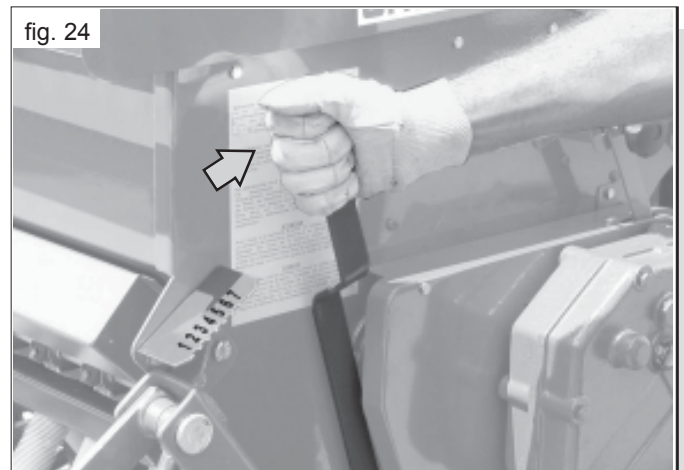

fig. 24
- Para grandes cantidades se aconseja utilizar la manivela colocada sobre el cambio para girar el eje agitador, se controla así la cantidad que se está descargando en las cubetas; si se deben descargar pequeñas cantidades, mover la palanca del dosificador en una posición que sea superior a 7 (Fig. 24).